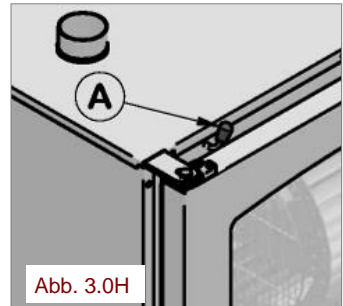

Abb. 3.0H
**3.0H Entlüftungsventil Garraum:** hat die Aufgabe, die Feuchtigkeit im Garraum zu regeln. Das Ventil, das auf der Tür aufgestellt ist, wird mit dem Knauf (A) handaktiviert (Abb. 3.0H).